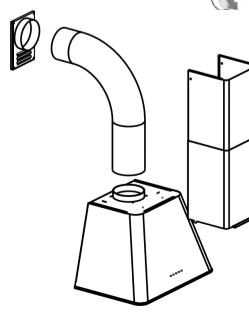

рис. 7
6.3 В зависимости от режима эксплуатации кухонной вытяжки соедините вентилятор с вентиляционной решеткой воздуховодом (рис. 7) или установите на вентилятор угольные фильтры. Угольные фильтры устанавливаются на защитные решетки корпуса вентилятора (рис.8).
- установите фальштрубу (рис. 7).